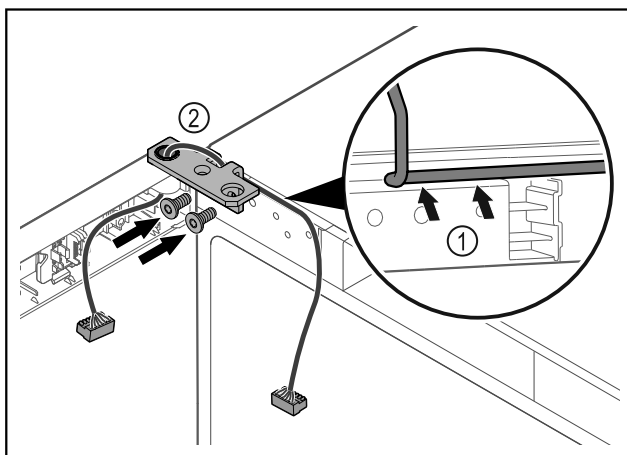

Fig. 42
- Kabel door de uitsparing van de scharnierhoek leiden en voorzichtig monteren Fig. 42 (1).
- Scharnierhoek Fig. 42 (2) vastschroeven.